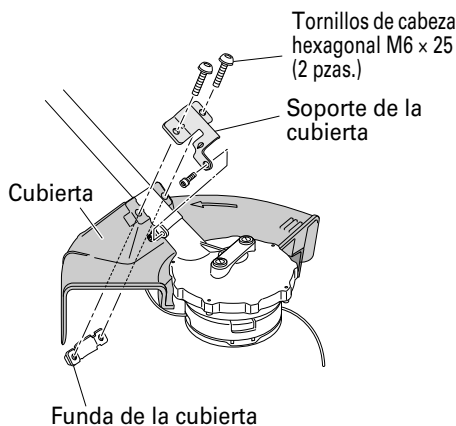

Fig. 11
- (2) Confronte los dos orificios del soporte de la cubierta y de la cubierta e inserte dos tornillos de cabeza hexagonal M6 x 25. (El soporte de la cubierta se encuentra en la carcasa del motor).
- (3) Coloque la funda de la cubierta en la parte inferior de la cubierta y utilice la llave inglesa Allen suministrada 4 mm para apretar los dos tornillos de cabeza hexagonal M6 x 25 alternativamente hasta que estén totalmente ajustados. (Fig. 11)